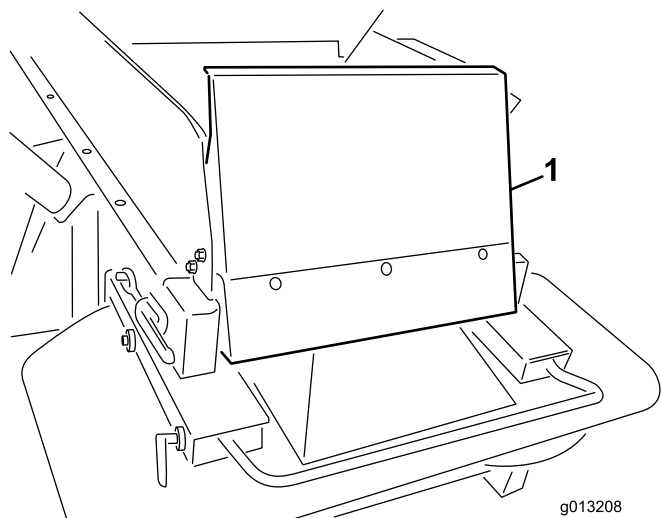

Figura 7
6. Instale el protector de la tolva usando los pernos de cabeza de botón de 1/4 x 5/8 pulgada y las contratuercas de nylon suministrados (Figura 7).